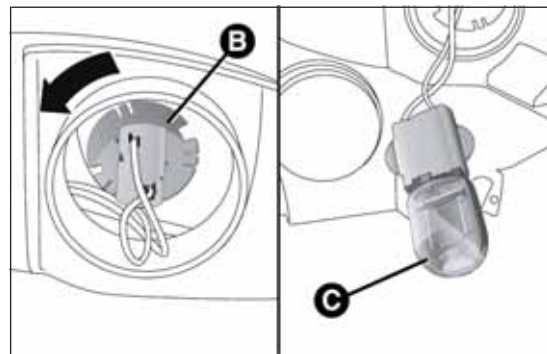

fig. 171
- ☐ ruotare in senso antiorario il portalampada B fig. 171, estrarre la lampada C e sostituirla;